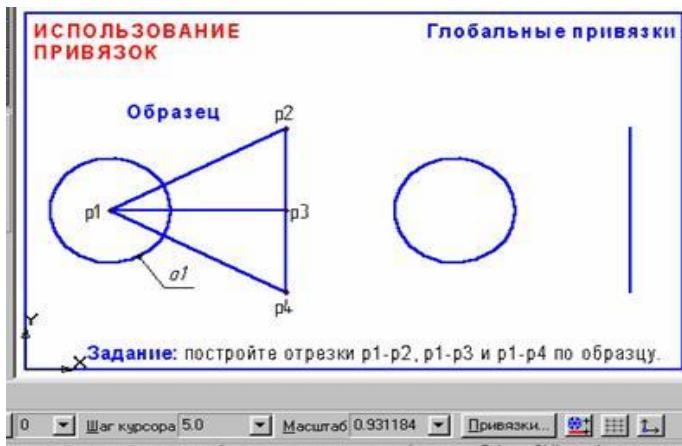

Рис. 1.12. Использование привязок
**Задание:** постройте три отрезка  $p1 - p2$ ,  $p1 - p3$  и  $p1 - p4$  по образцу. Начальные точки отрезков лежат в центре окружности  $O1$ , а конечные в начале, в середине и в конце отрезка  $p2 - p4$  соответственно, рис. 1.12.
2. Постройте окружность о1 и отрезок р2 - р4, как показано на рис. 1.12.